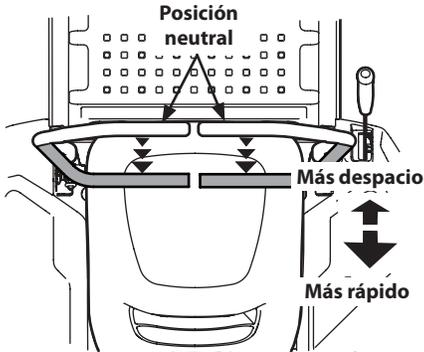

Figura 3-7
1. Mueva las dos palancas de control lenta y suavemente hacia atrás. El tractor comenzará a moverse hacia atrás. Consulte Figura 3-7.